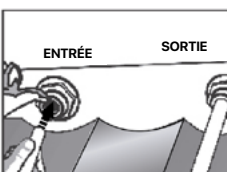

FIGURE 7
7. Enfoncez-la à fond (Fig. 7 et 8).